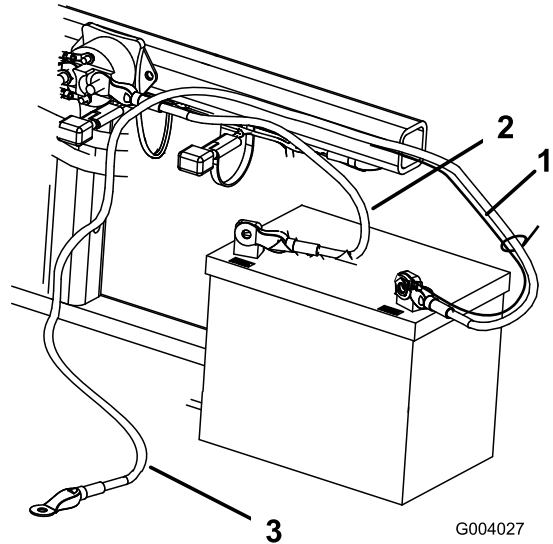

Figura 5
- Conecte el cable positivo (rojo) al borne positivo (+) con un perno de (1/4" x 5/8") y una contratuerca (Figura 5).
- Conecte el cable negro pequeño y el cable negativo (negro) al borne negativo (-) de la batería con un perno (1/4 x 1/8 pulgada) y una contratuerca (5/4 pulgada) (Figura 5).